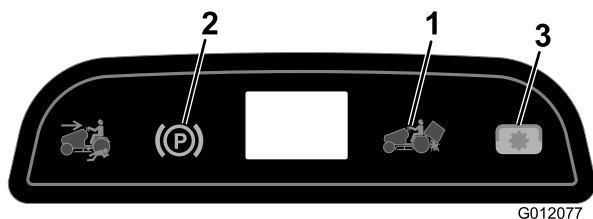

Figure 7
**Remarque:** Le voyant de commande des lames (PDF) s'allume quand vous engagez les lames comme illustré à la Figure 7.